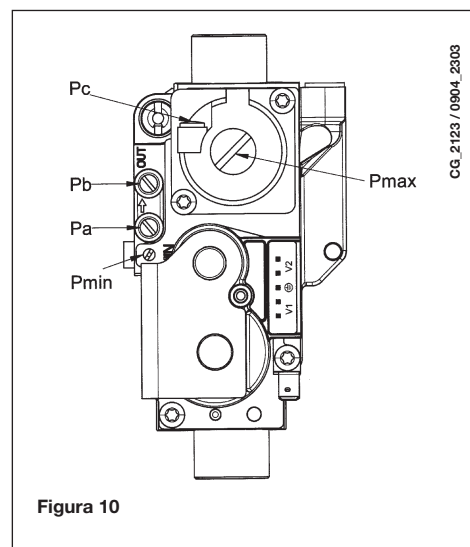

Figura 10
- Conectați priza de presiune pozitivă a unui manometru diferențial, dacă este posibil cu apă, la priza de presiune (pb) a valvei de gaz (Figura 10). Conectați, numai în cazul modelelor cu cameră etanșă, priza negativă a manometrului la un racord în "T" care să permită conectarea împreună a prizei de compensare a centralei, a prizei de compensare a valvei de gaz (pc) și a manometrului. (O măsurare similară poate fi efectuată prin conectarea manometrului la priza de presiune (pb) și fără panoul frontal al camerei etanșă). O măsurare a presiunii la arzătoare efectuată prin metode diferite de cele descrise s-ar putea dovedi eronată, întrucât nu ar ține cont de depresiunea creată de ventilator în camera etanșă.
- f) Reglați șurubul "pmax/pmin" (figura 10) până la obținerea valorii de presiune indicate în Tabelul 1.